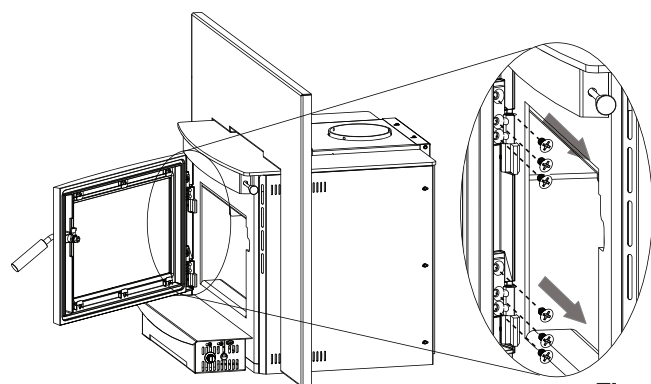

Fig. 1
1. Avec une main sur la porte de la-prévenir de tomber, ouvrez la porte et retirez les 6 grandes vis situées sur les charnières (**Fig. 1**).